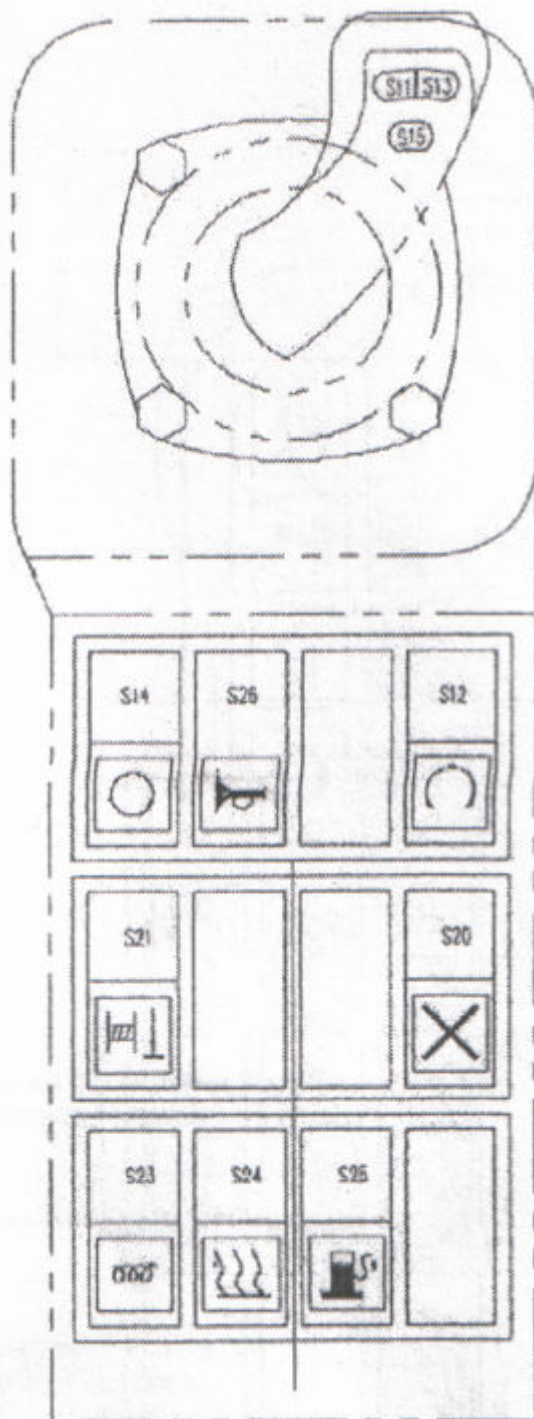

рис. 4-4
- C. - левый джойстик (рис. 4-4): контроль безопасности